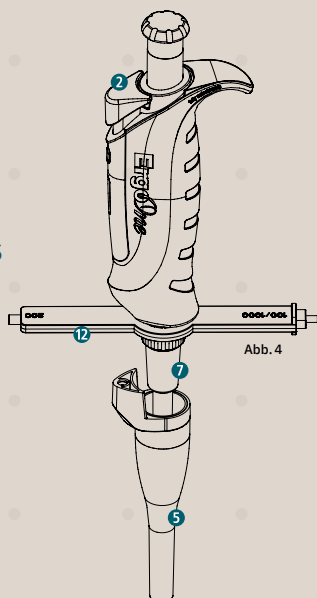

Abb. 4
- Drücken Sie den Abwurfknopf **2** vollständig durch und ziehen Sie die Spitzenabwurfhülse **5** nach unten ab (Abb. 4).